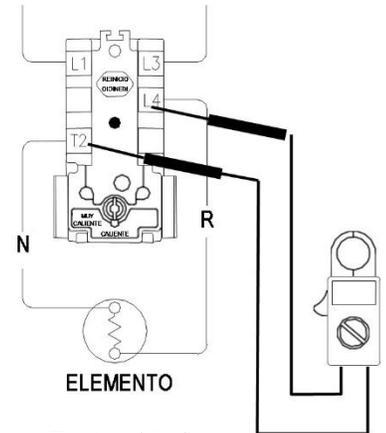

Ilustración 9
5. Verifique los terminales L4 y T2 del termostato (consulte la Ilustración 9).
4. Consulte la Ilustración 9 a continuación, verifique los terminales L4 y T2 del termostato.